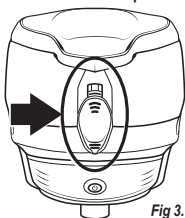

Fig 3.1
1. Localisez le bouton de verrouillage et le bouton de libération des coquilles, à l'arrière du chargeur (Fig. 3.1).